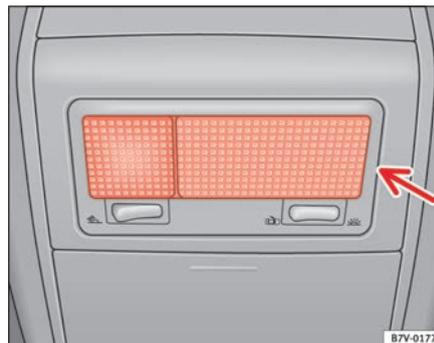

Fig. 170 Luci di lettura
- Girare il portalampade dal dorso della lampadina nel senso indicato dalla freccia ⇒ fig. 170 ed estrarla.